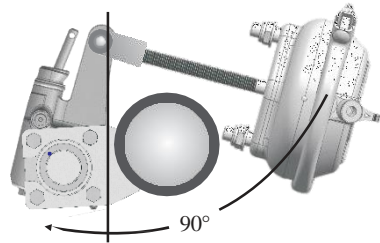

FIGURA 35
- \pm Con los frenos presionados, asegúrese de que el ángulo formado por la varilla accionada y la palanca quede en 90° (Figura 35). Este grado mejora el desempeño (torque) del freno.